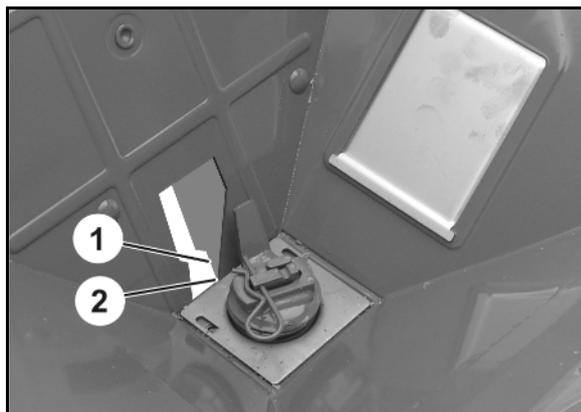

Fig. 104
4. Nach dem Lösen der Flügelmutter (Fig. 104/1) muss der Stellhebel (Fig. 104/2) am Anschlag (Fig. 104/3) zur Anlage kommen.
- In dieser Position muss die Ablesekante (Fig. 104/4) für die Schieberstellung den Wert „11“ auf der Skala anzeigen.
Ist dies nicht der Fall die Position des Anschlages (Fig. 104/3) durch Verdrehen der Verbindungsstangen (Fig. 104/5) entsprechend verändern:
6. Kontermuttern (Fig. 104/6) der Verbindungsstangen (Fig. 104/5) lösen.
7. Die Verbindungsstange solange verdrehen, bis der Anschlag (Fig. 104/3) am Stellhebel (Fig. 104/2) anliegt.